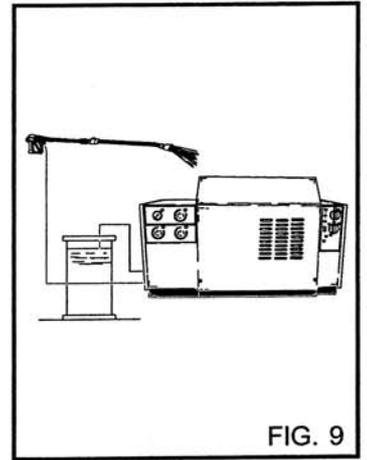

FIG. 9
- 3) Después del uso con detergente, aclarar el circuito de aspiración; introducir el tubo de aspiración del detergente (fig. 9) en un bidón de agua limpia y hacer funcionar la bomba durante 1 minuto con el grifo de dosificación completamente abierto.
- 5) Después del uso con detergente, aclarar el circuito de aspiración, introducir el tubo de aspiración (fig. 9) del detergente en un bidón de agua limpia y hacer funcionar la bomba durante 1 minuto con el grifo de dosificación completamente abierto y la lanza en fase de suministro del detergente. Repita la operación primero con el selector producto detergente en la pos. "1" y después en la pos. "2".